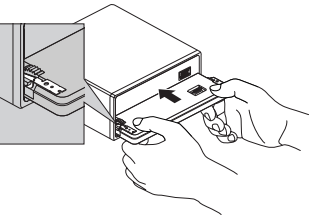

Fig. 12
2. Reinstale el panel delantero en la unidad. (Fig. 12)